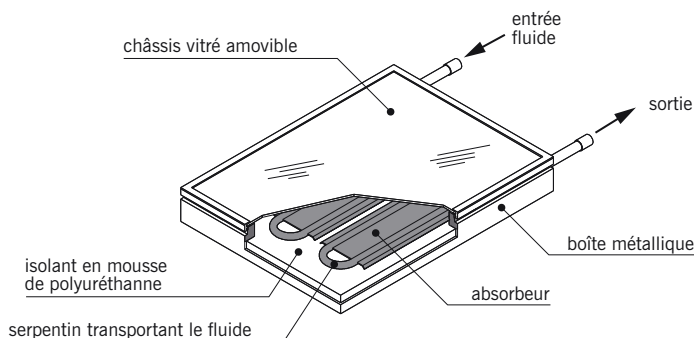

fig. 14.11
■ Le **capteur solaire** (fig. 14.11) : appareil transformant le rayonnement solaire en énergie thermique. Il comprend les éléments suivants :